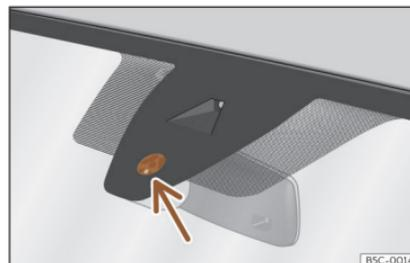

Fig. 98 Superficie sensibile del sensore pioggia.
Di seguito sono riportate alcune delle possibili cause di anomalia e di interpretazione scorretta *nella zona della superficie sensibile* >>> **fig. 98** del sensore pioggia:
- Pulire regolarmente la superficie sensibile del sensore pioggia >>> **fig. 98** (freccia) e verificare la presenza di eventuali danni sulle spazzole.